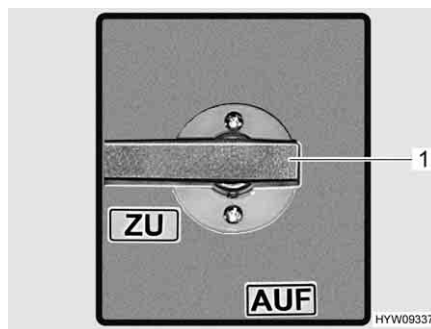

Fig. 172 Leva di comando (serbatoio delle acque grigie)
La leva di comando (Fig. 172,1) per lo scarico per le acque grigie si trova sotto una copertura (per l'ubicazione vedi paragrafo 10.6). Il tubo di scarico con collegamento per un tubo di gomma per lo scarico si trova sotto al veicolo.
- Aprire il rubinetto di scarico. A questo scopo ruotare la leva di comando (Fig. 172,1) del rubinetto di scarico di un quarto di giro. Le acque grigie fuoriescono.
- Dopo il deflusso completo delle acque grigie, richiudere il rubinetto di scarico. A questo scopo ruotare la leva di comando (Fig. 172,1) del rubinetto di scarico di un quarto di giro.